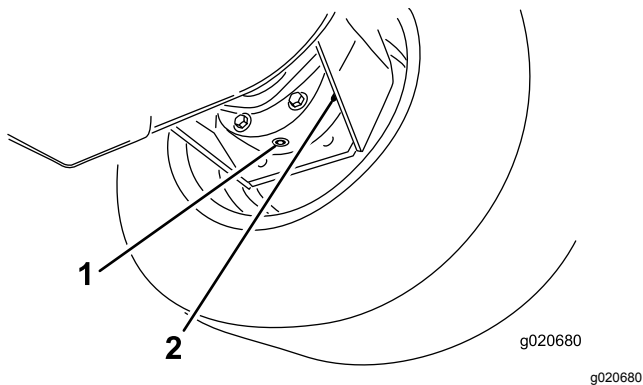

Figura 83
- Mettete una bacinella sotto la scatola del freno, togliete il tappo di spurgo e lasciate defluire l'olio (Figura 83).